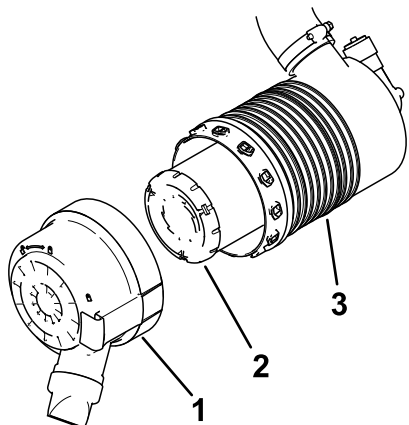

Figura 39
5. Instale la cubierta del limpiador de aire con el tapón antipolvo orientado hacia abajo, tal y como se muestra en la Figura 39 y cierre los enganches.